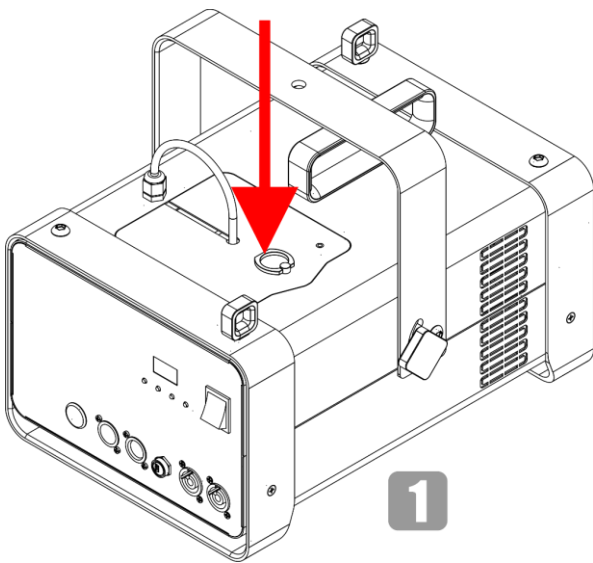

Fig. 09
- 01) Sollevare il piccolo anello sulla parte superiore del dispositivo per aprire il coperchio di servizio, come illustrato nella Fig. 09.